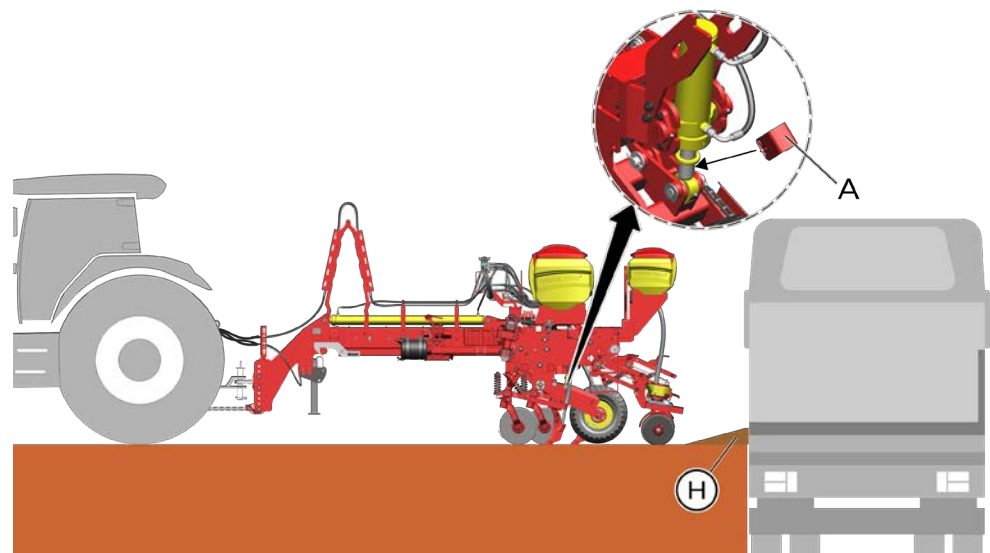

Fig. 4
- Acione os rodados e instale os calços de logística (A) (Fig. 4).
- Desmonte os compactadores (B) e limitadores (C) de todas as linhas, curtas e longas.
- Nas semeadoras com sistema de limitador banda larga ou banda larga premium, desconecte em todas as linhas, curtas e longas, os cabos e condutores de todos os dosadores de semente e após, remova todos os componentes da torre (D) para trás, mantendo apenas o pantógrafo (E) montado na linha de semente.